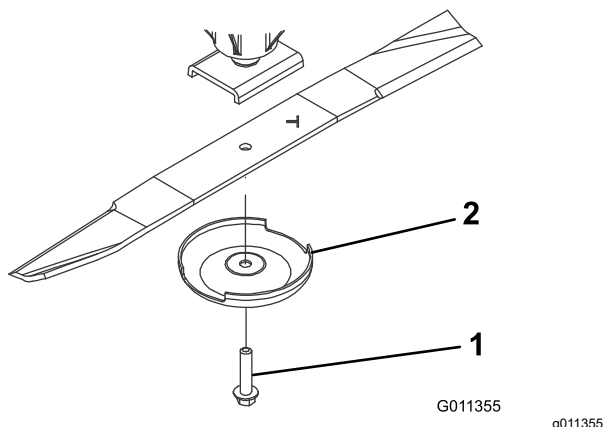

**図 129**
3. スピンドルのシャフトからブレードボルト、芝削り防止カップ、ブレードを取り外す 図 129。